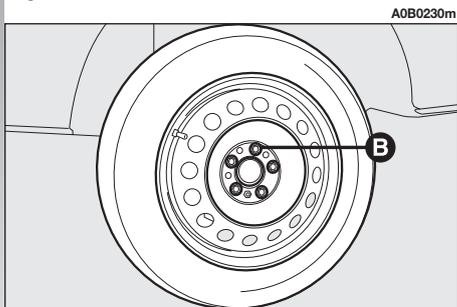

fig. 4
- Allentare di circa un giro i bulloni di fissaggio (**B-fig. 4**).
– Svitare completamente i bulloni di fissaggio (**B-fig. 4**), quindi rimuovere la ruota.